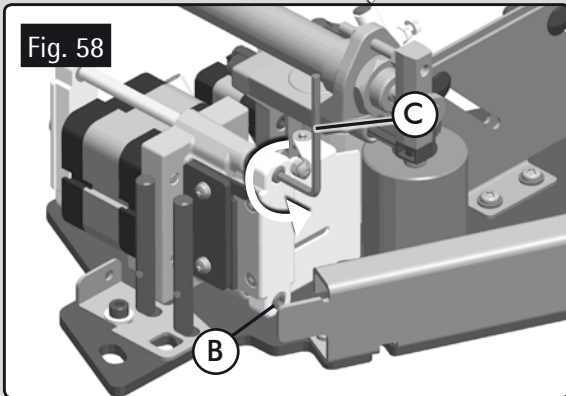

Fig. 58
- Enlever les vis et les rondelles (B) (Fig. 58) à l'aide de la clé de service (C Fig. 58).